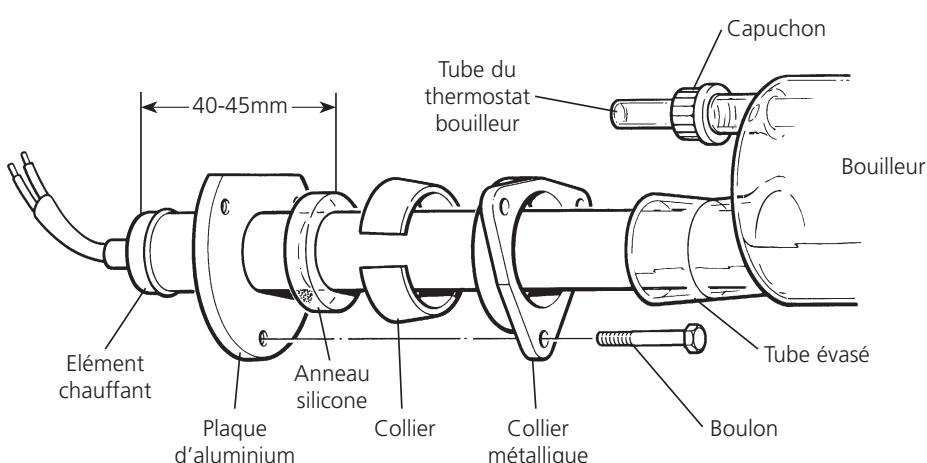

Figure 2 Montage de l'élément chauffant
- Prendre le bouilleur, l'élément chauffant et le jeu de colliers, et assembler selon la **figure 2**.